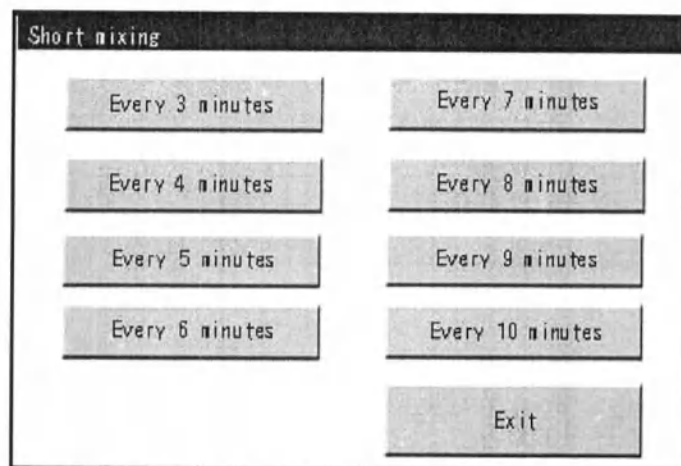

Рис. 81 Окно «Короткое перемешивание»
- Откроется окно «Short Mixing» (Короткое перемешивания) (Рис. 81).